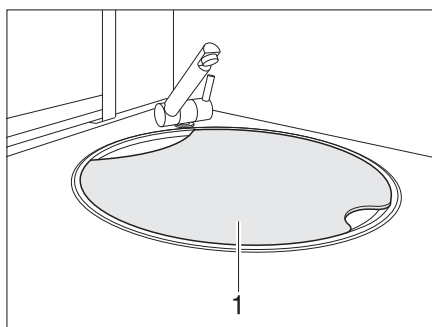

Fig. 11 Coperchio del lavello
- ▶ In caso d'incidente o di frenata d'emergenza, il coperchio del lavello (Fig. 11,1) può ferire i passeggeri del veicolo. Prima della partenza togliere il coperchio del lavello e stivarlo in modo sicuro nel blocco cucina o nell'armadio guardaroba.